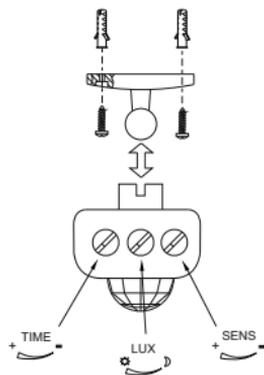

Рисунок 21 – Монтаж
- демонтировать с датчика основание, закрепленное на корпусе при помощи шарнирного соединения (рисунок 21);